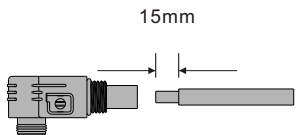

Figura 4.2-3 Pase el cable a través del terminal
Paso 1: Pase el cable a través del terminal, como se muestra en la Figura 4.2-3.